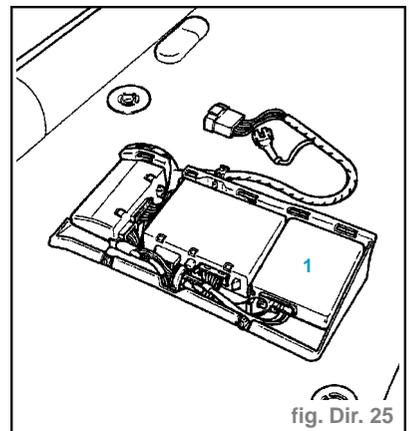

fig. Dir. 25
- Il est situé sous le siège conducteur (fig. Dir. 25).